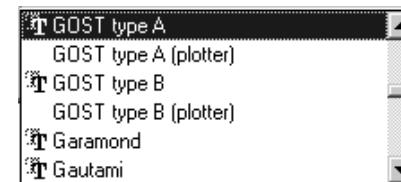

Рис. 10.3. Раскрывшийся список **Шрифт** с полосой прокрутки
- щелкните в раскрывающемся списке **Шрифт** по стрелке, направленной вниз. Частично раскроется список, установленных в системе шрифтов. Для просмотра всех шрифтов можно использовать бегунок (рис. 10.3);